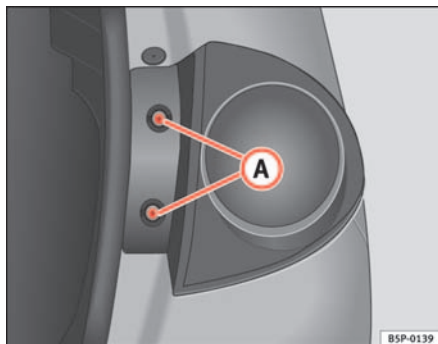

Abb. 188 Standlicht/Bremslicht
- Drehen Sie die Schrauben ⇒ Abb. 188 (A) heraus.